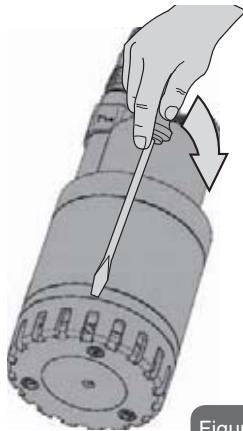

Figure 10
- Desserrer la crête d'aspiration en insérant un tournevis entre la chemise de la pompe et la crête d'aspiration et en la faisant tourner (Fig. 10).